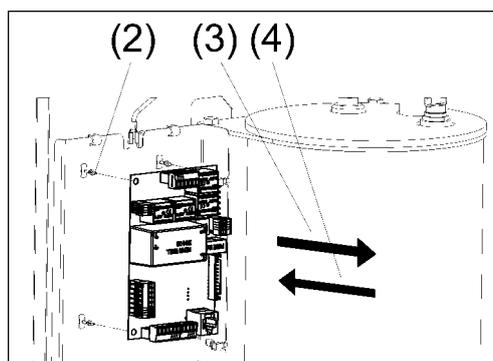

Рисунок 12. Замена платы контроллера
- (1) Отсоедините штекер от датчика.
- (2) Выверните датчик (см. рис. 12) из теплообменника.
- (3) Вверните новый датчик в теплообменник, при уплотнении резьбы используйте специальный
- (1) Отсоедините все провода и разъёмы от платы контроллера (см. рис. 12).
- (2) Демонтируйте плату контроллера (аккуратно нажмите на пластиковые держатели крепления платы и потяните плату на себя).
- (3) Извлеките плату контроллера.
- (4) Установите новую плату контроллера взамен прежней на пластиковые держатели.
- (5) Подсоедините все необходимые провода и разъёмы к новой плате контроллера.
- (6) Проверьте работоспособность новой платы – протестируйте прибор при разных режимах работы.